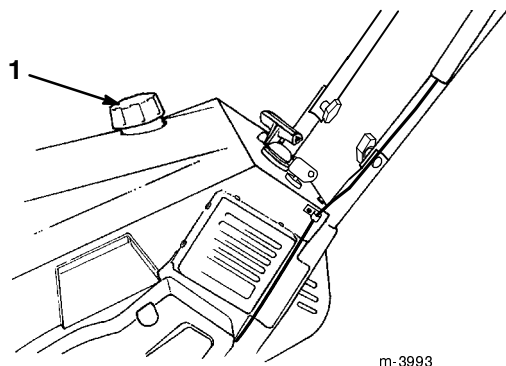

Bild 7
1. Reinigen Sie den Bereich um den Kraftstofftankdeckel (Bild 7).